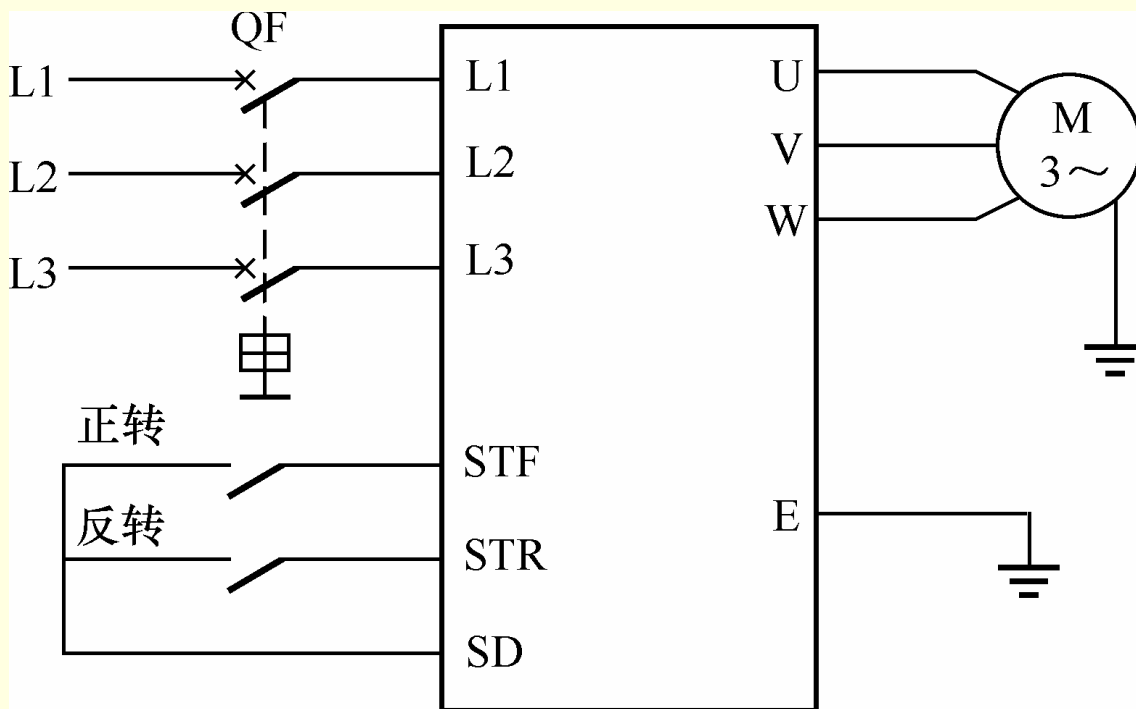

图9.16 变频器组合操作控制方式基本接线图
控制电路基本接线图如图9.16所示，操作步骤如下。
(1) 按图9.16接线，接线无误后接通电源。